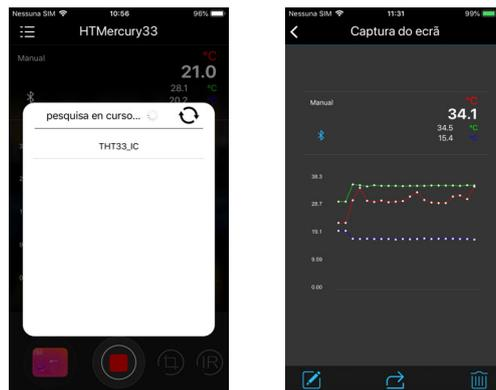

Fig. 20: Comunicação com APP HTMercury
4. Efetuar a procura do instrumento no APP (ver Fig. 20 – parte esquerda)
5. A visualização, em tempo real, das temperaturas (ponto central, ponto mais quente, ponto mais frio) da imagem aparece no dispositivo móvel (ver Fig. 20 – parte direita) e é possível guardar os ecrãs dos menus internos do APP. Além disso, é possível guardar ecrãs das imagens termográficas (ver Fig.20) e inserir nelas objetos para análises avançadas (ver Ajuda (Help) on line do APP para mais detalhes).